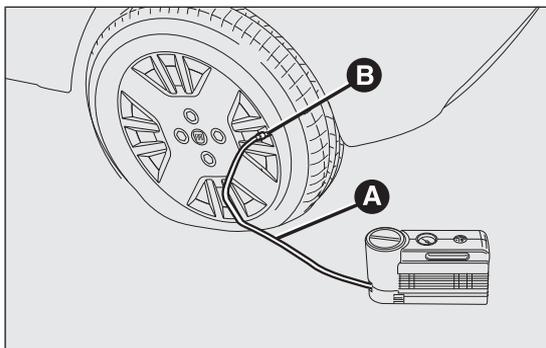

fig. 128
- Serrer le frein à main. Dévisser le capuchon de la valve du pneu, enlever le tuyau flexible de remplissage A fig. 128 et visser la bague B sur la valve du pneu ;